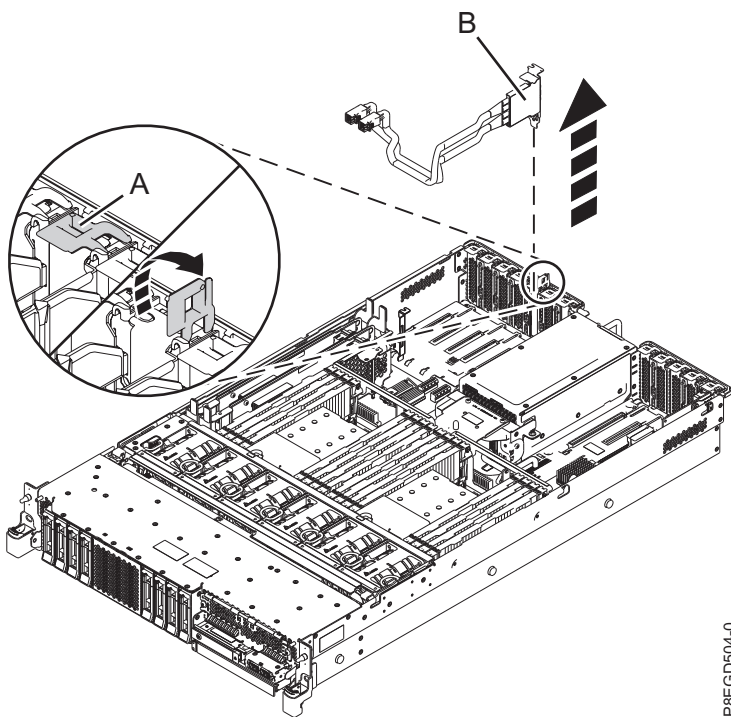

Figure 4. Retrait du câble SAS arrière
6. A l'arrière du système, dégagez le crochet de retenue (A) de la carte PCI de l'emplacement P1-C8. Ensuite, retirez le câble SAS arrière (B). Pour plus d'informations, voir figure 4.